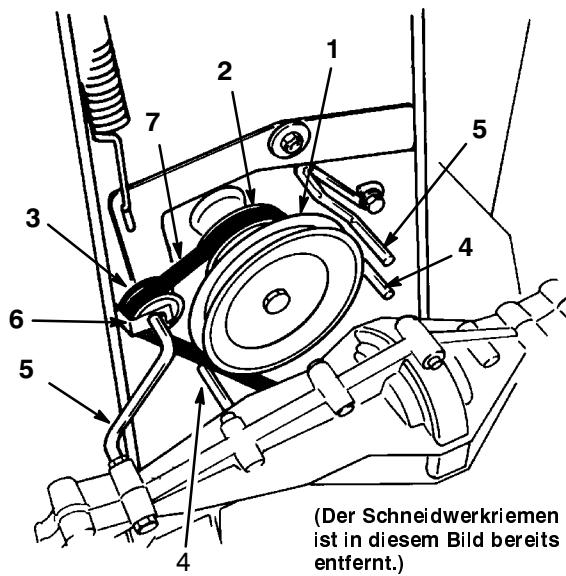

Bild 39
- Nehmen Sie die Riemenführungen von der Riemscheibe an der Antriebsachse ab (Bild 39). Lockern Sie die Riemenführungen an der Motorriemscheibe und drehen diese aus dem Weg. Lockern Sie die Sicherungsmutter und entfernen die Riemenhalterung von der Spannscheibe.
- Entfernen Sie den Treibriemen (Bild 39). Kontrollieren Sie den Riemen auf Abnutzung und Defekte.